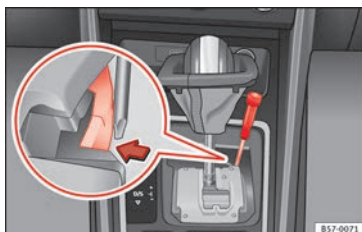

Fig. 54 Palanca selectora: desbloqueo de emergencia en la posición de aparcamiento.
- Con ayuda de un destornillador, presione lateralmente la pestaña amarilla de desbloqueo y manténgala presionada » **fig. 54**.